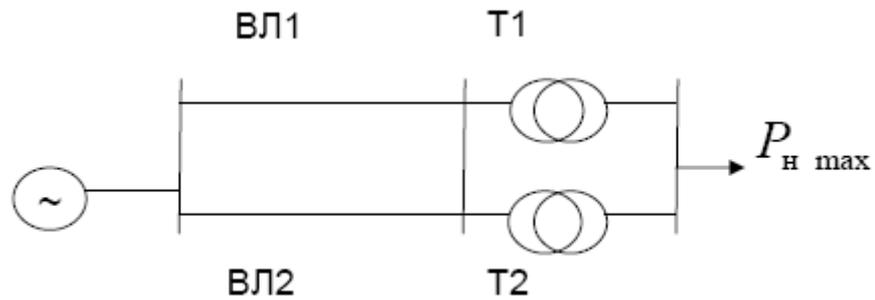

Рис. 4.1. Схема электроснабжения потребителя
**Задание 3.2. Определить** среднегодовой недоотпуск электроэнергии потребителю, схема электроснабжения которого приведена на рис. 4.1. Пропускные способности ВЛ1 и ВЛ2 равны  $P_{н\max}$  (МВт) каждая, коэффициенты готовности  $k_{зот\text{ВЛ}1} = k_{зот\text{ВЛ}2}$ . Коэффициенты готовности  $k_{зот\text{ТР}1} = k_{зот\text{ТР}2}$ . Мощность каждого из трансформаторов  $S_{\text{ТР}}$  достаточна для полного обеспечения потребителя электроэнергией. Суточный график нагрузки одинаковый в течение года и характеризуется тем, что с 0 до 8 ч и с 20 до 24 ч нагрузка равна  $X \cdot P_{н\max}$ , а с 8 до 20 ч  $-P_{н\max}$ . Система имеет 100 %-ную надежность.
Пусть  $P_{нmax} = 20$  МВт,  $k_{гомЛ}=0,8, k_{гомТР}=0,95, X= 0,75$ . В соответствии со схемой, приведенной на рис. 4.1, используем формулы для последовательно соединенных элементов и для параллельно соединенных. Определим коэффициент готовности схемы: